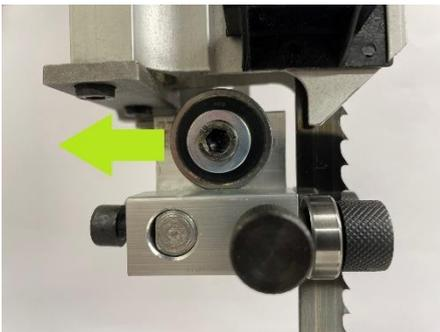

Figure 32
- Lager zurückstellen (Fig 32).